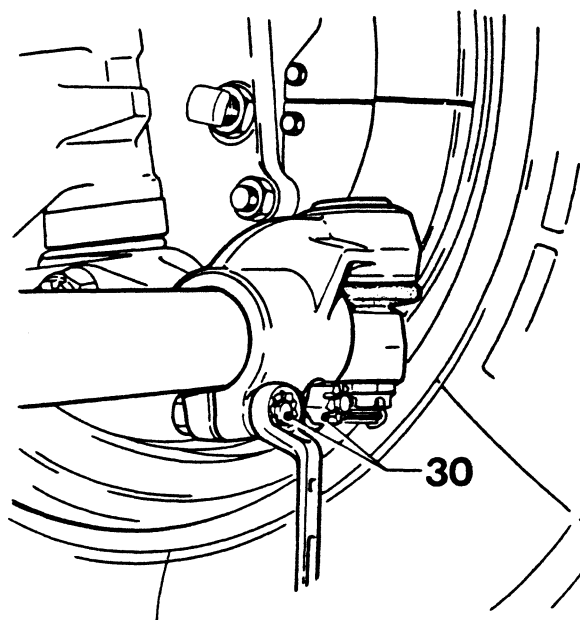

Fig. 2
- Draai de moeren van de klemstukken zover los dat de spoorstang met de hand verdraaid kan worden (Fig. 2).